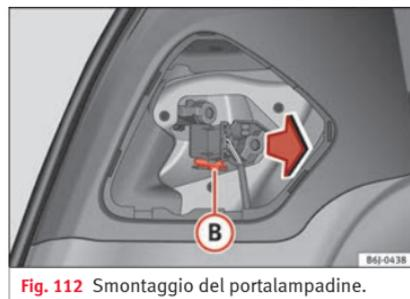

Fig. 112 Smontaggio del portalampadine.
- Smontare il portalampadine premendo sul clip di fissaggio **(B)** » » fig. 112 ed estraendolo.